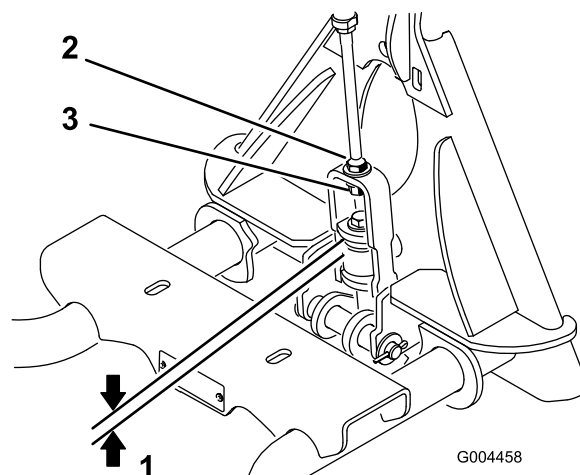

Figura 7
2. Mida el espacio entre la arandela superior y el espaciador del conjunto de enganche del adaptador de accesorios, según se muestra en Figura 7.
Nota: El espacio debe ser de 1,5 a 2 mm (Figura 7).
3. Si el espacio no es correcto, afloje la contratuerca y apriete o afloje la tuerca de ajuste del conjunto de enganche según sea necesario para obtener el espacio correcto (Figura 7).